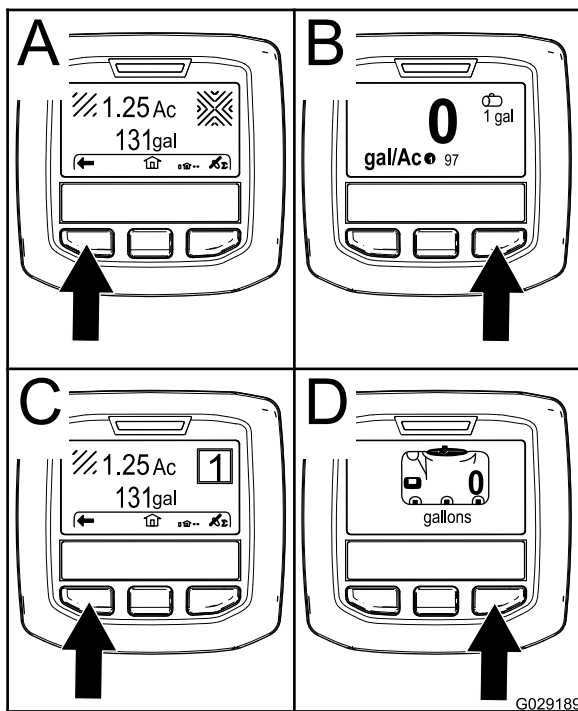

図 51
- 右ボタン: 散布済み総面積 図 51 の A
- 右ボタン: 散布レート 図 51 の B
- 左ボタン: 散布済み部分面積 図 51 の C
- 左ボタン: タンク残量 図 51 の D